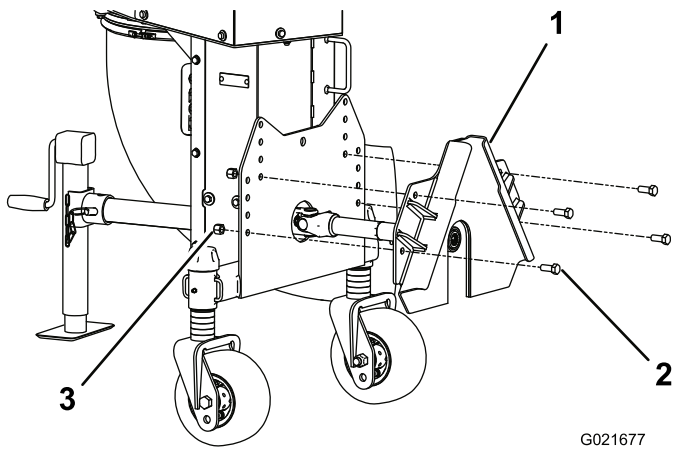

Bild 11
2. Befestigen Sie die Befestigungsplatte mit vier Schrauben (1/2" x 1-1/4") und vier Bundmuttern (1/2") am Rahmen des Laubblägers (Bild 11). Verwenden Sie für das Anbringen die unteren Löcher an jeder Seite der Befestigungsplatte. Ziehen Sie die Schrauben mit 92-113 N-m an.